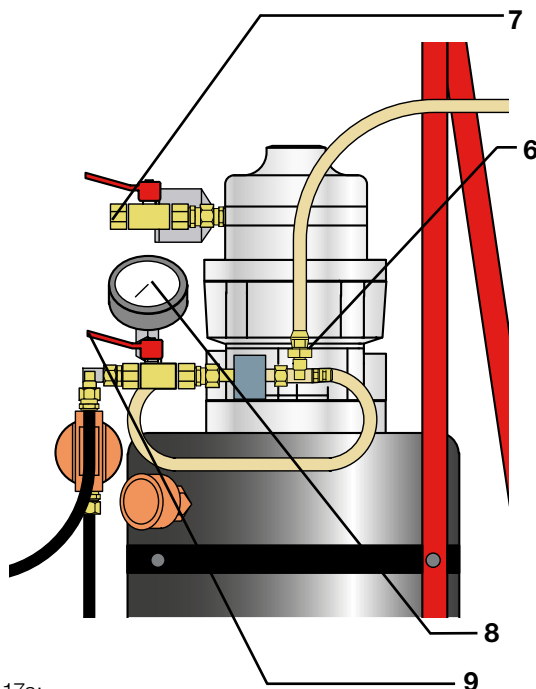

Fig. 17a:
9.2 LLENADO CON ACEITE Y PURGAR (FIG. 17A Y 17B)